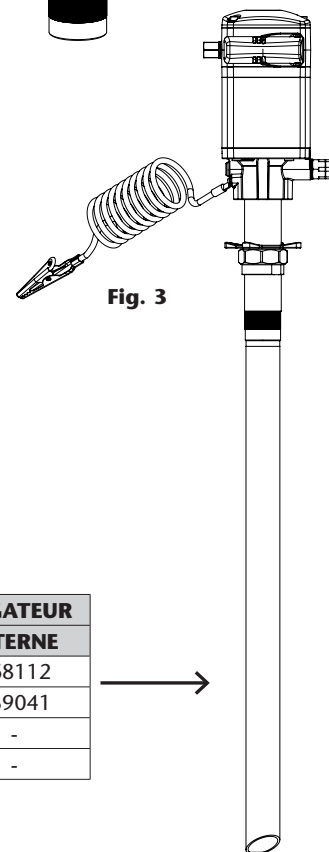

Fig. 3
- Montage direct sur fût ou citerne, en utilisant l'adaptateur de bonde réglable (360001). Vissez le tube d'aspiration approprié au clapet de pied de la pompe (voir Fig. 3). Vissez l'écrou de l'adaptateur de bonde à la bonde 2" située sur le couvercle du fût ou de la citerne. Insérez le tube d'aspiration à travers la bonde à la hauteur désirée, et vissez l'adaptateur avec l'écrou en étoile pour bloquer la pompe.